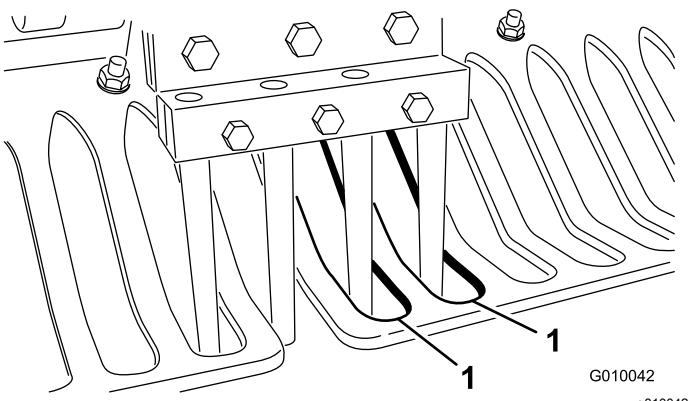

Figura 28
7. Verifique que os dentes estão alinhados com o centro das folgas nos protetores de relva (Figura 28). Ajuste os protetores de relva consoante necessário e aperte as porcas.